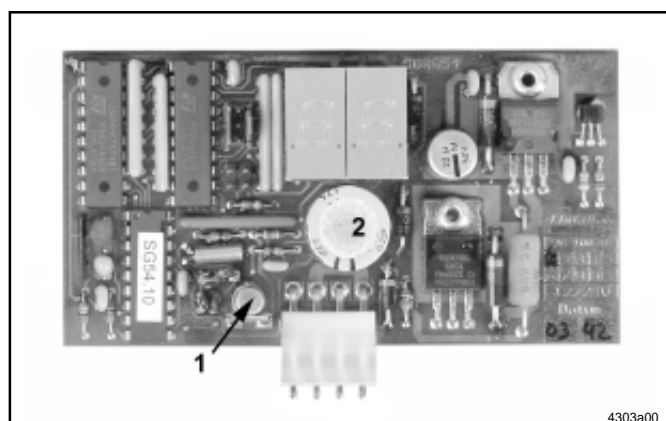

Fig. 15 – Plaquette à circuit imprimé 236-10028-1
- Cette tâche est réalisée par un capteur de vibrations 1, Fig. 15, intégré dans la plaquette à circuit imprimé. Il enregistre les mouvements (temps de marche) de la remorque/semi-remorque et exploite ces données pour les convertir en un signal nécessaire par la commande pour le temps de disponibilité.
- Comme la tension des feux de freinage n'est disponible que pendant un court moment, un condensateur est nécessaire pour la mémorisation des temps. Voir fig. 15. Lorsque les freins sont actionnés, le condensateur se recharge et fournit ainsi la tension d'alimentation de manière continue pour la sortie du signal.
- Le temps de disponibilité est la période de temps pendant laquelle la commande enregistre les mouvements de marche à l'aide du capteur de vibrations 1 (Fig. 15).